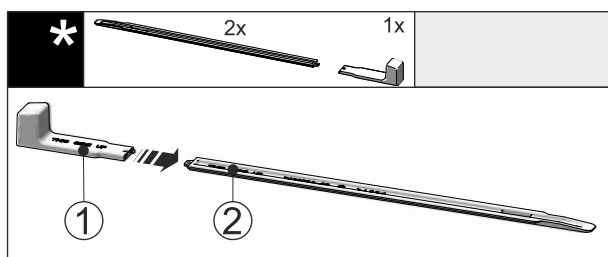

Fig. 51
- ▶ Вставьте монтажную ручку Fig. 51 (1) в выравнивающую рейку Fig. 51 (2).